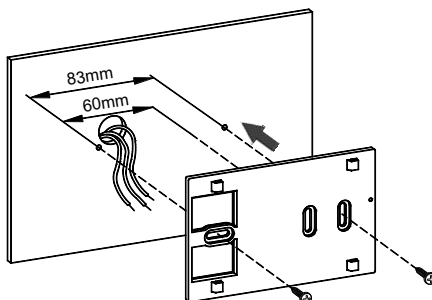

Fig. 7
- 11 Refermer le thermostat en effectuant les opérations suivantes : Positionner les deux ergots de la partie supérieure de la calotte dans les entailles prévues à cet effet et laisser les deux glissières en position basse. Tourner la calotte en faisant en sorte que les glissières coïncident avec leurs commutateurs respectifs et pousser la languette en plastique située sur la partie inférieure de la base vers le bas (la languette est indiquée par une flèche sur la Fig. 7) ; exercer une pression jusqu'au déclenchement de la languette de fixation en plastique à l'intérieur de l'orifice sur le côté inférieur de la calotte. Vérifier ensuite que les glissières coulisent correctement.